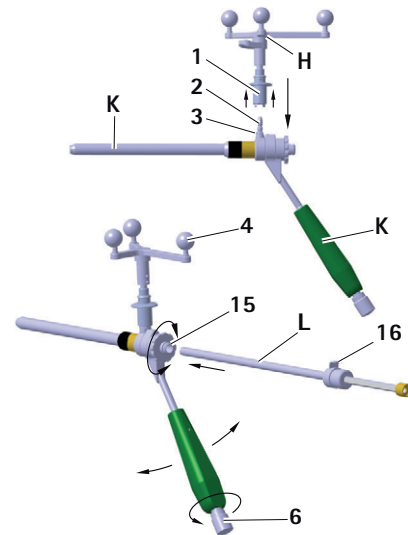

Fig. 12 Montage du module en étoile Aesculap sur la douille de guidage S⁴C ; insertion du canon de perçage interne S⁴C
- ▶ Pour s'assurer que la caméra de navigation a une vue parfaitement dégagée sur les billes de marquage réfléchissantes, dévisser le bouton 6 sur le manche S⁴C de la douille de guidage S⁴C K et tourner l'unité en étoile Aesculap H dans la position souhaitée, voir Fig. 12.
- Le canon de perçage interne s'enclenche sur la douille interne et peut encore tourner, voir Fig. 12.